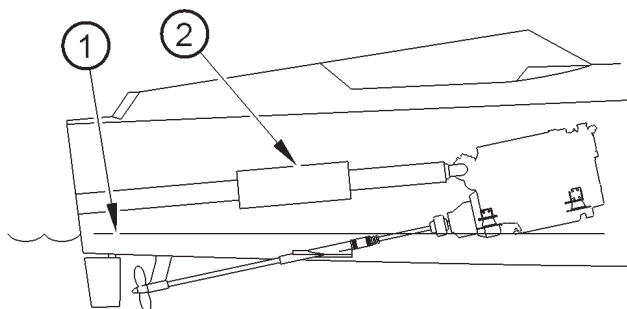

Figure 7
La Figure 7 montre un moteur situé nettement au-dessus de la ligne de flottaison (1), avec un angle d'inclinaison de plus de 5° à l'arrière du bateau. L'eau s'écoulera naturellement le long de l'échappement vers l'arrière. Pour réduire le bruit, un silencieux en ligne (2) direct doit être utilisé.